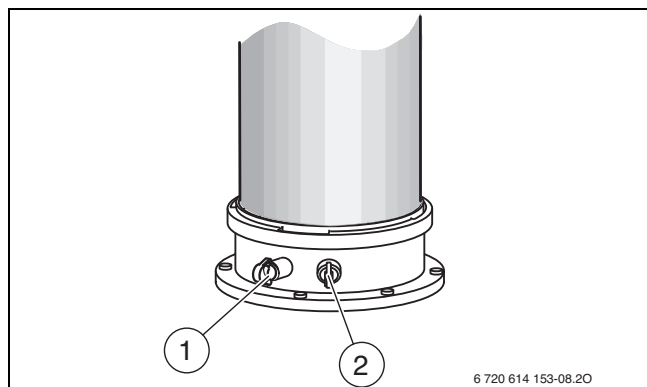

Fig. 39 Ponto de medição de gases queimados e ponto de medição do ar de combustão
- ▶ Remover tampão do ponto de medição de gases queimados[1] (→ fig. 39).